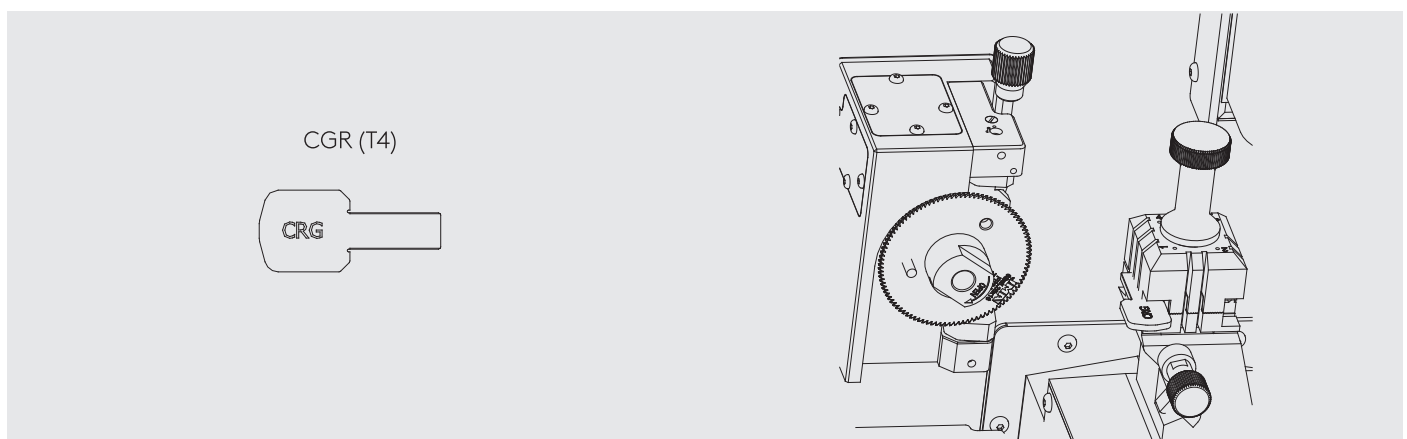

Fig.21
- 1) Colocar el CRG (T4) en la mordaza MP1 en el lado 1(Fig.21), haciendo tope cuello en el interior de la mordaza.
- 1) Position the CRG (T4) in side 1 of clamp MP1 (Fig. 21), using the shoulder stop technique in the clamp.